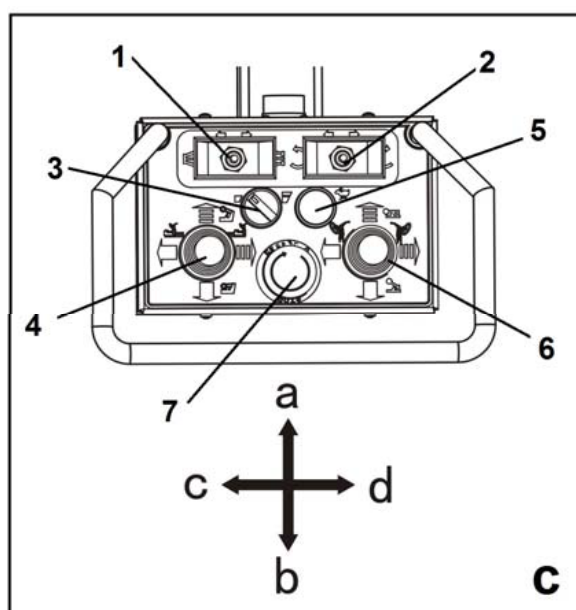

Рисунок 11
Панель управления (рис. 11) является портативной и позволяет оператору выбрать рабочее положение, наиболее удобное для каждого из случаев. На панели управления сконцентрированы все команды, а именно:
- выключатель 1, (рис. 11): переместите его в положение «с», чтобы открыть самоцентрирующуюся цангу; переместите его в положение «d», чтобы закрыть самоцентрирующуюся цангу;
- переключатель вращения 2 (рис. 11): переместите его в положение «с», чтобы повернуть самоцентрирующуюся цангу против часовой стрелки; переместите его в положение «d», чтобы повернуть самоцентрирующуюся цангу по часовой стрелке.
- переключатель скорости вращения 3 (рис. 11): при повороте влево самоцентрирующаяся цанга вращается медленнее; при повороте вправо самоцентрирующаяся цанга вращается быстрее.
- джойстик (1) 4 (рис. 11): переместите его в положение [a], чтобы поднять рычаг патрона; переместите его в положение [b], чтобы опустить рычаг патрона; переместите его в положение [c],
– *кнопка скорости тележки* 5 (рис. 11): нажмите на нее, и рычаг патрона и технологическая тележка будут двигаться быстрее; отожмите ее, и рычаг патрона и технологическая тележка будут двигаться медленнее.
– *джойстик* (2) 6 (рис. 11): переместите его в положение [a], чтобы поднять кронштейн снимающего рычага; переместите его в положение [b], чтобы опустить кронштейн снимающего рычага; переместите его в положение [c], чтобы повернуть диск для разрыва борта в рабочее положение; переместите его в положение [d], чтобы повернуть инструментальную головку в рабочее положение.
– *кнопка аварийной остановки* 7 (рис. 11): нажатие на нее может немедленно остановить работу машины.